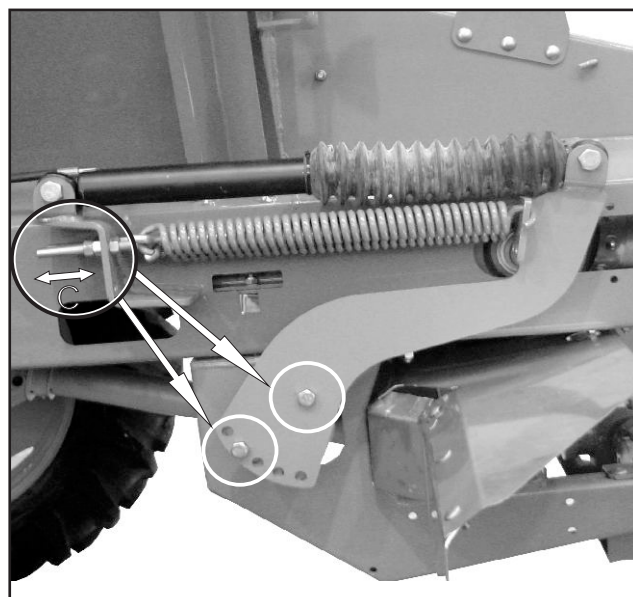

Figura 32
4) Para concluir a regulagem, deixe as molas estiradas, apertando a porca e mantendo $\pm 75\text{mm}$ para a medida "C", da figura 32.